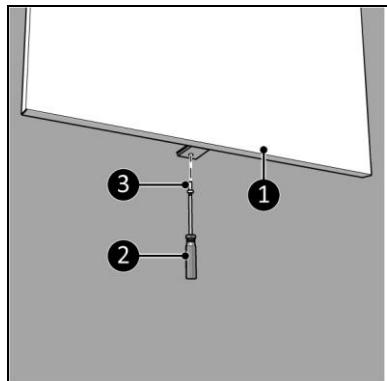

Figura 9
10. Înșurubați și strângeți dispozitivul (Figura 9, poz. 1) cu un șurub mic (Figura 9, poz. 3) pe suportul de perete folosind o șurubelnită Phillips (Figura 9, poz. 2).